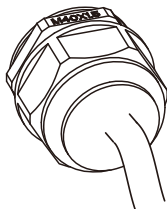

Рис. 5.11 Затягніть дроти змінного струму в розподільчу коробку
3) Прикрутіть кришку блоку підключення змінного струму назад до корпусу та затягніть всі гвинти, щоб затягнути водонепроникний захисний роз'єм, як показано на Рис. 5.11